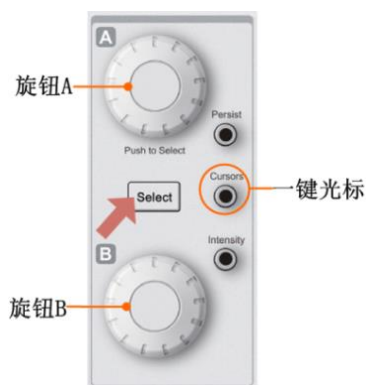

图 11-2 光标测量菜单
- 在通道 1 接入信号，点击【Auto Setup】一键捕获波形，此时按下前面板的【Cursor】一键光标，如图 11-2 所示，可进入光标测量界面中。